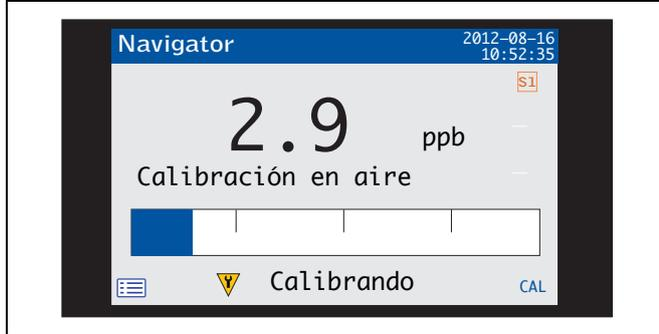

Fig. 5.1 Vista de calibración (con válvula de calibración instalada)
5. Para salir de la página *Calibración*, pulse la tecla  (debajo de la opción *Aceptar*). La calibración continúa y el progreso de la calibración puede supervisarse desde *Vista de calibración*; consulte la Fig. 5.1, página 27.
Durante una calibración, el progreso puede supervisarse en *Vista de calibración*; consulte la Fig. 5.1.